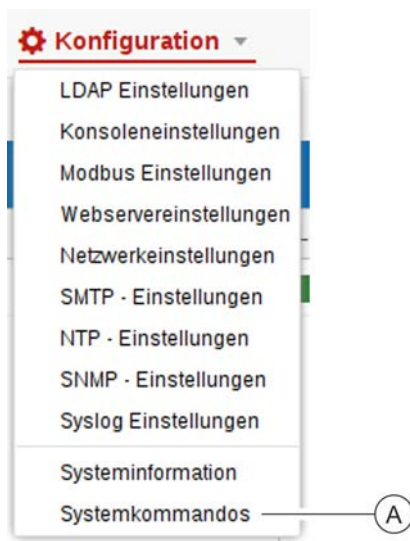

Abb. 250: Systemkommandos aufrufen
1. → Über „*Konfiguration* → *Systemkommandos*“ das Fenster „Systemkommandos“ aufrufen (Abb. 250/Ⓐ).